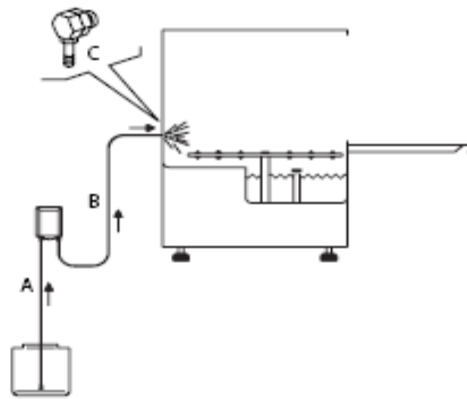

Fig 3.7
- Sluit de doseerpomp verder aan zoals getoond in het voorbeeld hiernaast. Fig3.7.